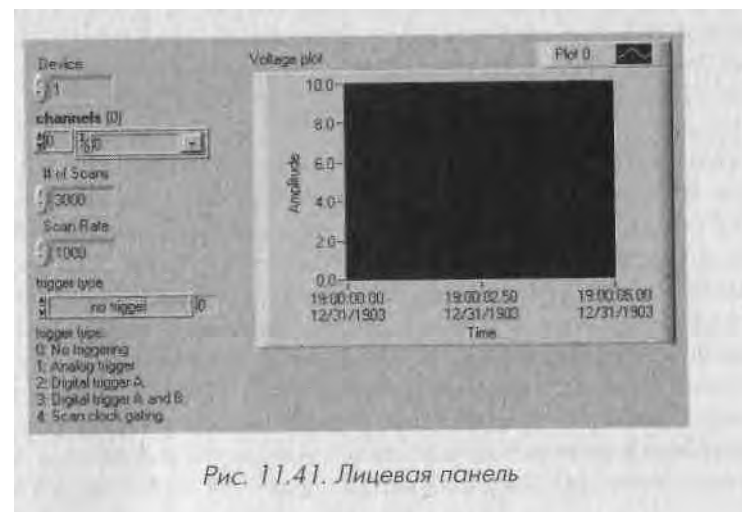

Рис. 11.41. Лицевая панель
2. Создайте лицевую панель, как показано на рис. 11.41. Элемент управления тип триггера (trigger type) является элементом с выпадающим меню, которое позволяет задать тип пускового устройства: